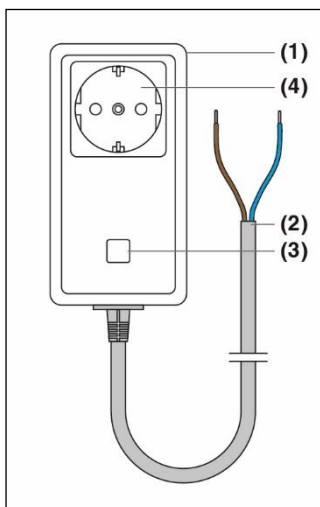

Fig. 1
4.1 Allacciamento del ricevitore (Fig. 1 e 2)